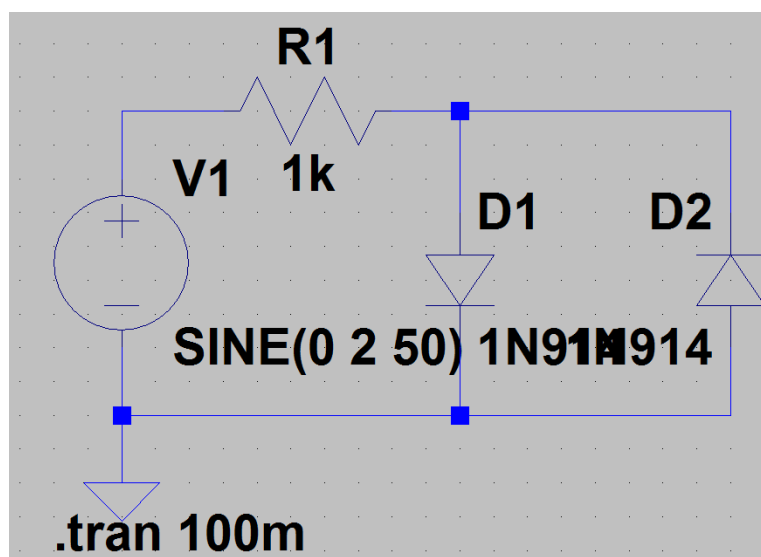

Рис. 4.1 Схема для дослідження обмежувача напруги
1. Вимірювання виконувалися за схемою, зображеною на рис.4.1.